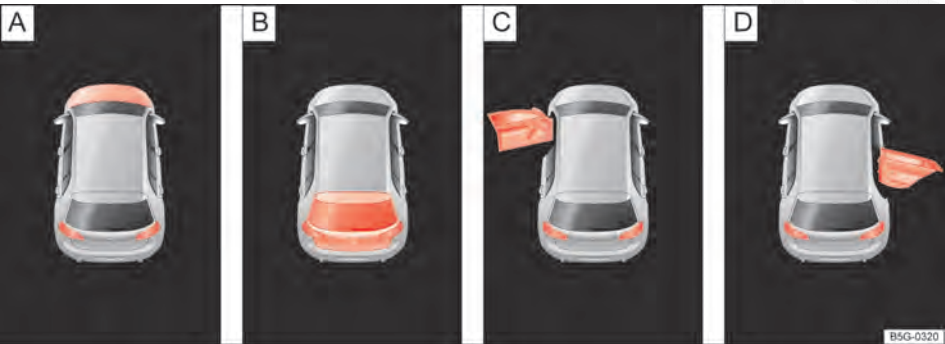

Fig. 11 No display do instrumento combinado: indicadores de status da tampa do compartimento do motor, da tampa do compartimento de bagagem e das portas.
- Portas, tampa do compartimento do motor e tampa do compartimento de bagagem abertas ⇒ Fig. 11
pa do compartimento do motor e a tampa do compartimento de bagagem ⇒ Fig. 11 e, se for o caso, sinalizadas acusticamente. De acordo com a versão do instrumento combinado, a representação dos símbolos pode variar.